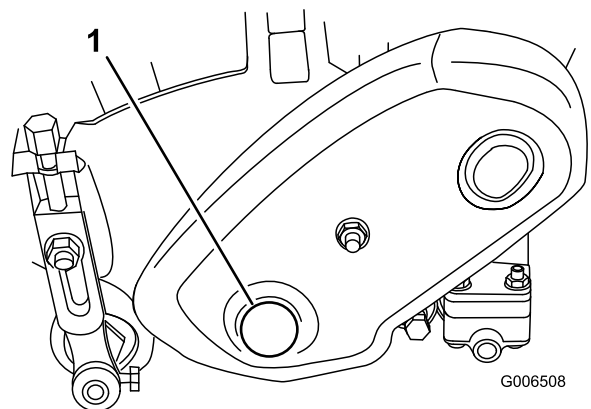

Bild 61
- Nehmen Sie die Schraube von der Spindeltriebsabdeckung an der linken Seite der Spindel ab (Bild 61).